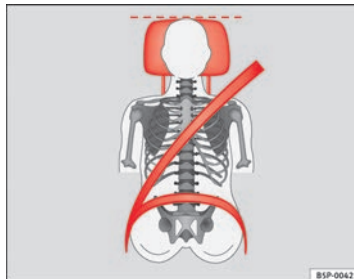
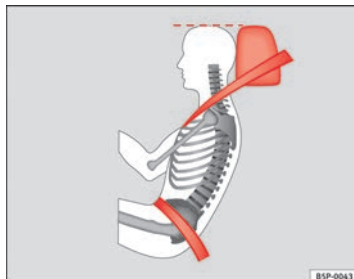

Fig. 3 Apoyacabezas ajustado correctamente visto de frente
Fig. 4 Apoyacabezas ajustado correctamente visto lateralmente
- Ajuste el apoyacabezas de modo que el borde superior quede, en la medida de lo posible, a la altura de la parte superior de la cabeza, como mínimo a la altura de los ojos → fig. 3 y → fig. 4.